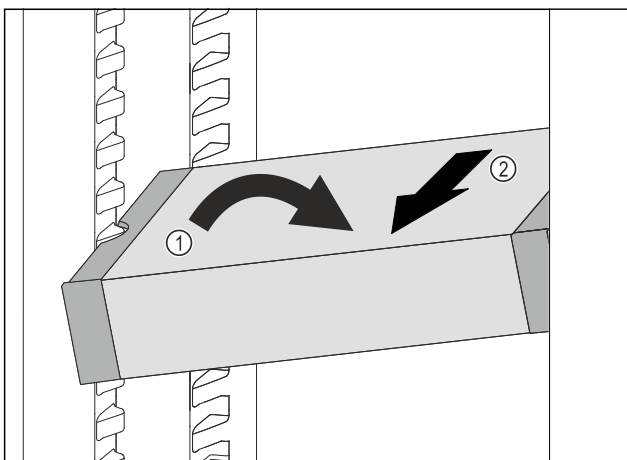

Fig. 151
- VarioSafe im Kühlteil schräg stellen. Fig. 151 (1)
- VarioSafe nach vorne entnehmen. Fig. 151 (2)